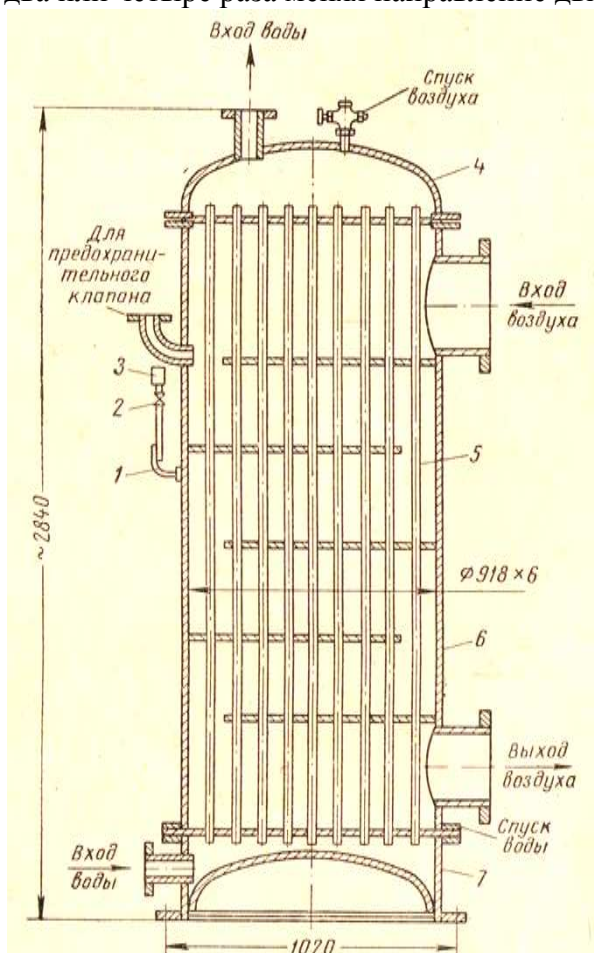

Рис. 6. Батарейный холодильник.
*Батареиные холодильники* (рис. 6), применяемые до давления  $3,0\text{--}3,5 \text{ Мн/м}^2$  ( $30\text{--}35 \text{ кгс/см}^2$ ), состоят из пучка труб небольшого, диаметра, развальцованных в двух трубных дисках и помещенных в общий корпус. По трубкам обычно пропускается вода, а газ омывает трубки снаружи. Для получения более высокого коэффициента теплоотдачи внутри корпуса предусмотрены поперечные перегородки, которые заставляют газ, протекающий внутри корпуса, неоднократно пересекать в поперечном направлении пучок трубок батареи холодильника. Чтобы газ проходил из одного отсека в другой, перегородки либо срезаны попеременно с противоположных порой, либо выполнены по схеме «кольцо —